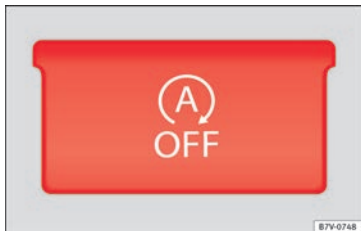

Bild 207 Detaljerad vy över mittkonsolen:
- Tryck på knappen  på mittkonsolen » **bild 207.**